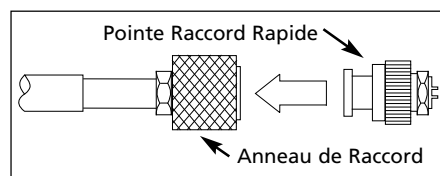

Figure 9
1. La pointe de buse noire large (diamètre) doit être utilisée pour actionner l'aspiration de détergent. Retirer l'anneau du raccord afin d'enlever la pointe de buse (Voir Figure 9). Introduire la pointe noire et relâcher l'anneau. S'assurer que les pointes de buse soient montées avec sûreté avant de pulvériser. Remplacer avec la pointe originelle pour rinçer l'endroit de nettoyage.